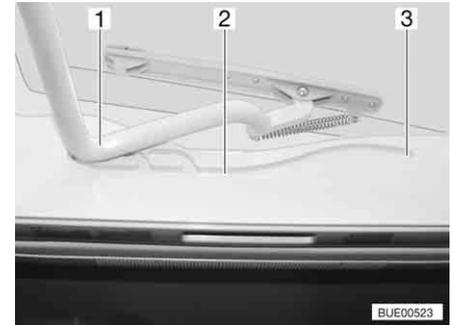

Fig. 66 Claraboya Heki, guía
- Tirar la horquilla (Fig. 66,1) en las guías (Fig. 66,2) hasta la posición trasera final (Fig. 66,3).
- Empujar el estribo (Fig. 66,1) ligeramente hacia arriba con ambas manos.
- Tirar el estribo en las guías (Fig. 66,2) hasta la posición deseada.